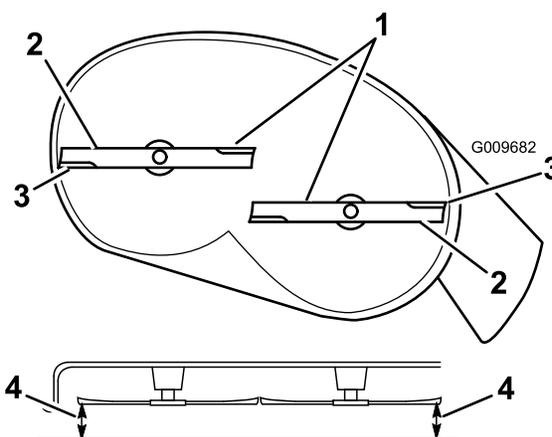
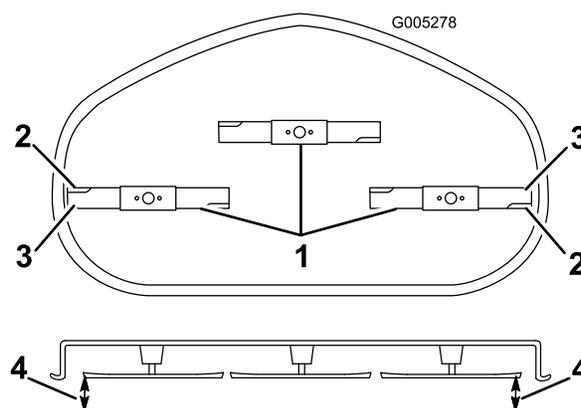

Figura 64
Figura 65
4. Girate con cautela le lame in modo che siano disposte tutte lateralmente (Figura 64 e Figura 65).
5. Misurate la distanza tra i taglienti esterni e la superficie piatta (Figura 64 e Figura 65).